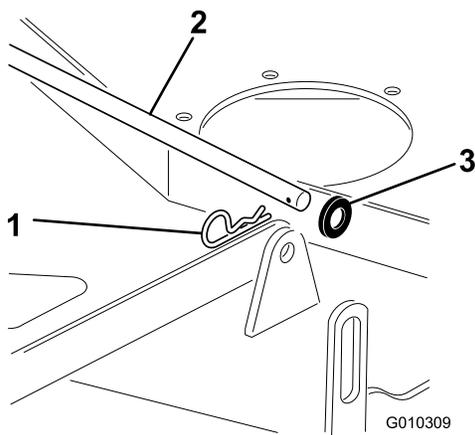

Figure 69
- Retirez la goupille fendue et la rondelle qui fixent la longue barre de liaison au châssis et au tablier, et enlevez la barre de liaison (Figure 69).
7. Insérez la longue barre de liaison dans la patte de fixation du châssis et le tablier. Fixez la barre de liaison avec les goupilles fendues et les rondelles retirées précédemment (Figure 69).